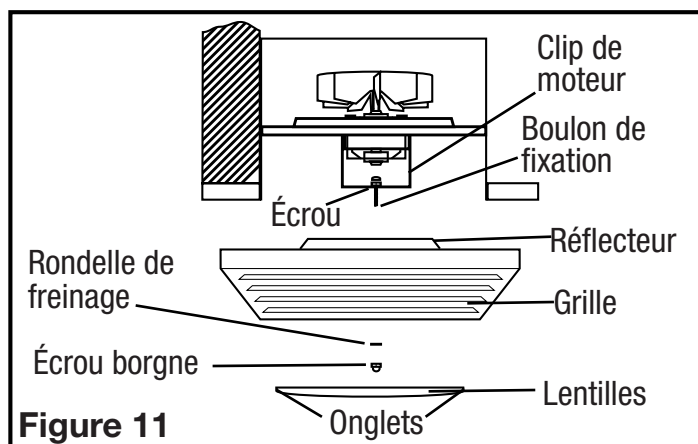

Figure 11
2. Installer la grille/ la lentille / le réflecteur de la lumière, en enlevant d'abord les lentilles de la grille (il y a deux onglets de chaque côté qui tiennent en place la lentille). Ensuite, enlever l'écrou borgne et la rondelle de sécurité qui sont installés sur le boulon de montage du réflecteur dans le châssis du ventilateur. Ajuster la hauteur du boulon de montage du réflecteur pour que la grille soit bien serrée contre le plafond fini et à moins de 0,6cm (1/4po) du boulon de montage du réflecteur en saillie au travers du réflecteur. Serrer en position le boulon en serrant l'écrou installé en usine contre le clip du moteur (**Figure 11**).